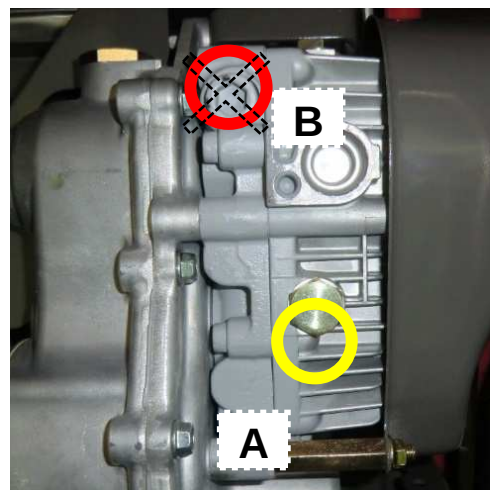

Figura 14
1. Posizionare il contenitore adatto sotto l'unità HST per raccogliere l'olio, quindi rimuovere il tappo di scarico dell'olio (A Figura 14).
Non perdere mai il bullone (B Figura 14). In caso contrario, potrebbe influire sulla guida della macchina. Farlo è considerato uso improprio e i danni causati da un uso improprio non sono coperti dalla garanzia.